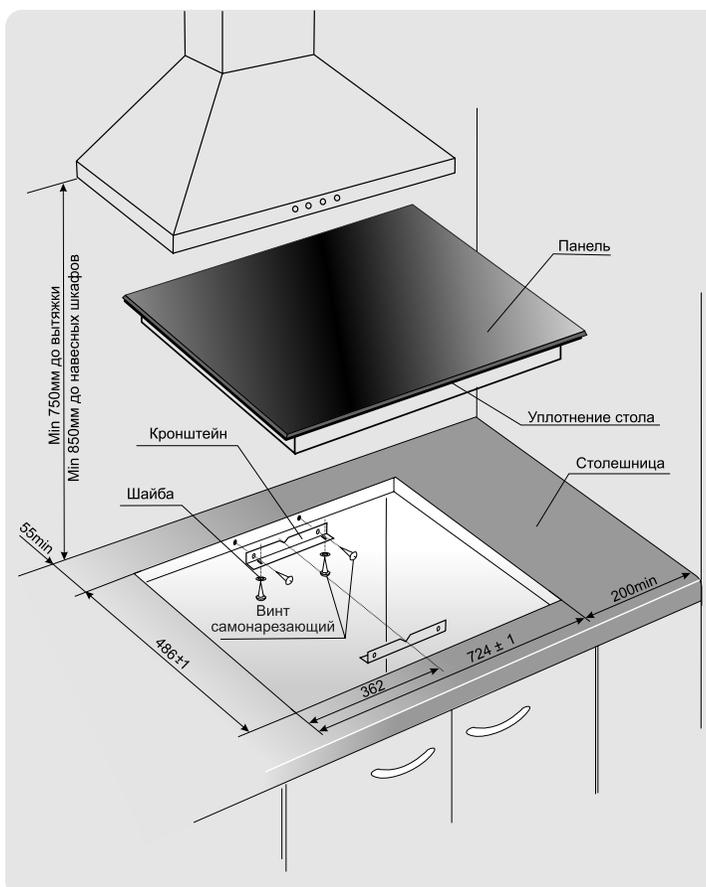

Рис. 6
1. Точно разметить на столешнице контур проема под варочную панель (рис. 6). Толщина столешницы - минимальная 30 мм, максимальная 50 мм.